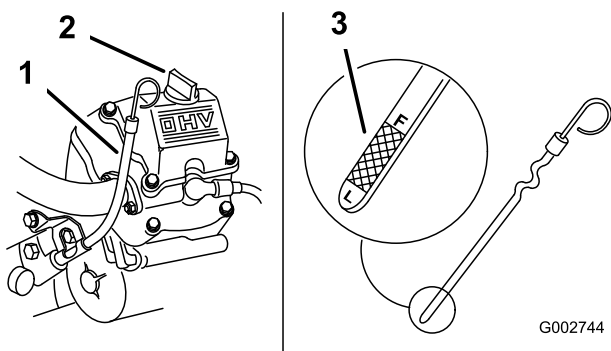

Figure 36
9. Versez avec précaution environ 80% de la quantité d'huile spécifiée dans le goulot de remplissage (Figure 36)